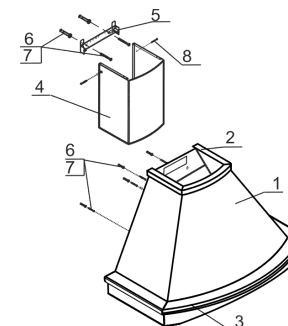

рис. 3
6.1 Прежде чем навесить кухонную вытяжку, необходимо верхнее деревянное обрамление (поз. 2, рис. 3) приклеить к корпусу вытяжки (поз. 1, рис. 3). Снимите защитную полосу с двухсторонней самоклеящейся ленты, которая наклеена на обрамлении и приклейте его к корпусу вытяжки.